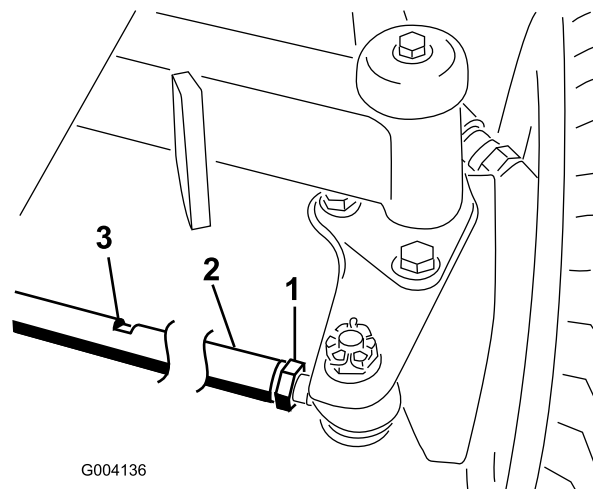

Figura 67
2. Desaperte a porca de bloqueio em cada extremidade da barra de direção (Figura 67).